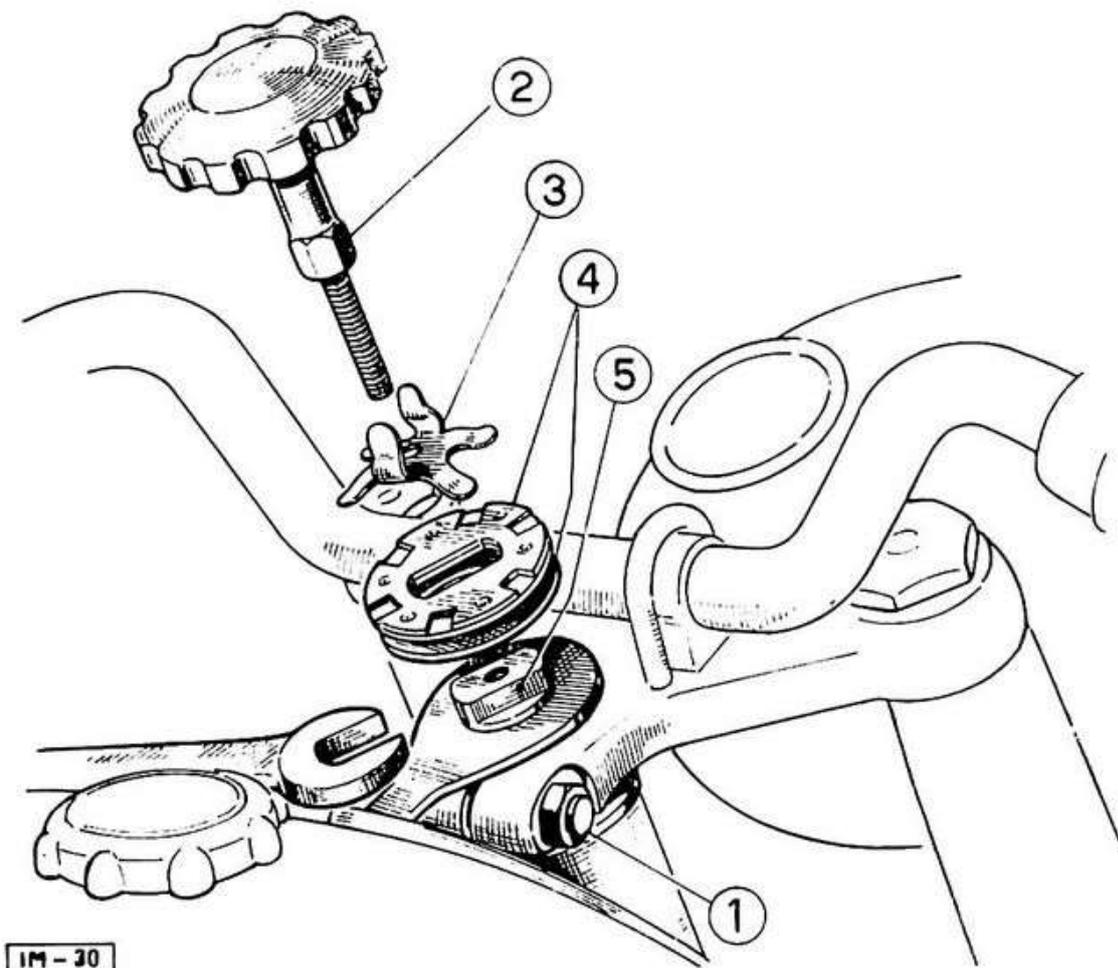

Fig. 27 - **Registrazione dello sterzo**
Qualora fosse necessario regolare il giuoco sull'asse dello sterzo (fig. 27) occorre dapprima allentare la vite (1) che blocca il morsetto superiore della forcella, svitare la manopola frenasterzo (2) e togliere i dischi (3) (4). Con una chiave da 19 avvitare o svitare a seconda se si vuol ridurre o aumentare il giuoco, l'estremità sporgente del manicotto di registro (5).